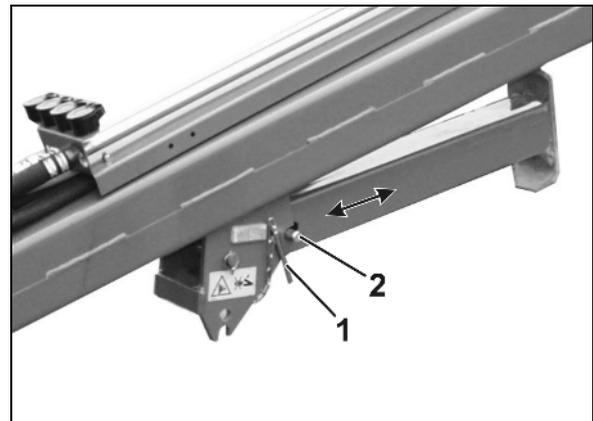

Fig. 24
- Stützfuß angehoben während des Einsatzes oder Transports (Fig. 24).
2. Bolzen (Fig. 24/1) herausziehen.
3. Zusatzsicherung (Fig. 24/2) verschwenken und Stützfuß anheben / absenken.